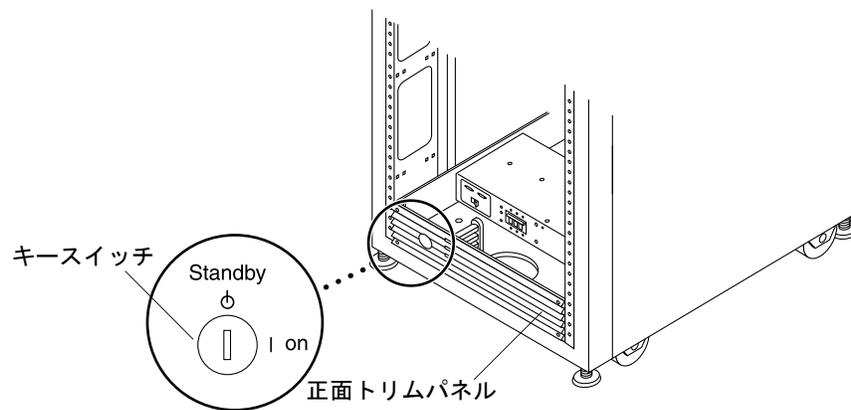

図 3-1 下部正面パネルにあるキースイッチの位置
1. 記憶装置システムの正面下部にあるキースイッチがスタンバイの位置にあることを確認します (図 3-1)。